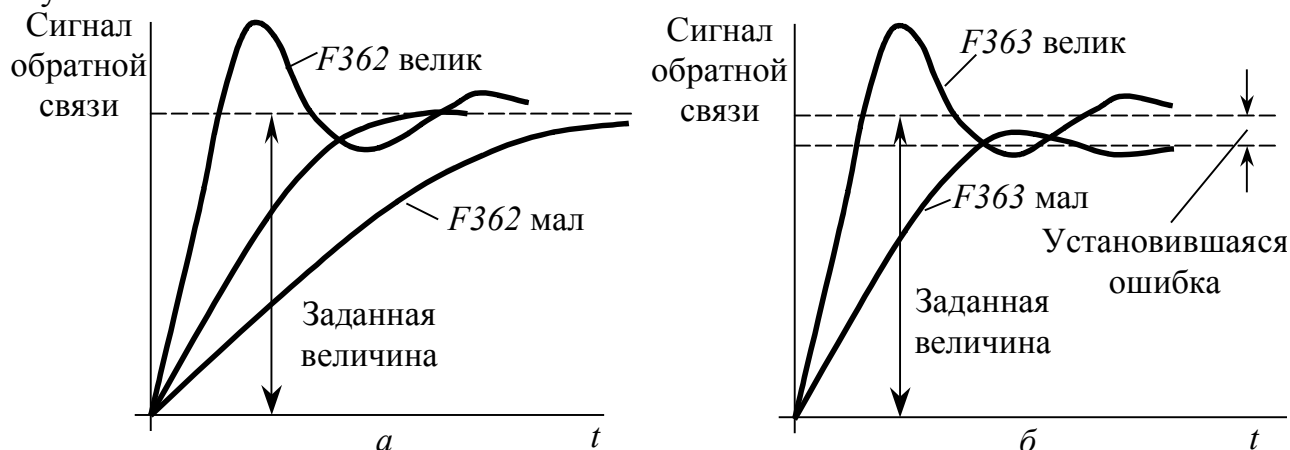

Рис. 5.12 Влияние настроечных параметров регулятора на качество регулирования (реакция на скачок задания)
Величина пропорционального коэффициента передачи $F362$ определяет компоненту выходного сигнала регулятора, пропорциональную текущей ошибке регулирования. Его увеличение ускоряет процесс регулирования, но может привести к колебаниям и перерегулированию (рис. 5.12а). Благодаря инте-
гральному коэффициенту $F363$ устраняется установившаяся ошибка регулирования, однако чрезмерно большая его величина также может стать причиной возникновения колебания (рис. 5.12б). При необходимости интегральная составляющая может быть обнулена с помощью сигнала на логическом входе, на который назначена функция $ICLR$ (65). Увеличение дифференциального коэффициента $F366$ ускоряет процесс регулирования, но также может привести к неустойчивости.